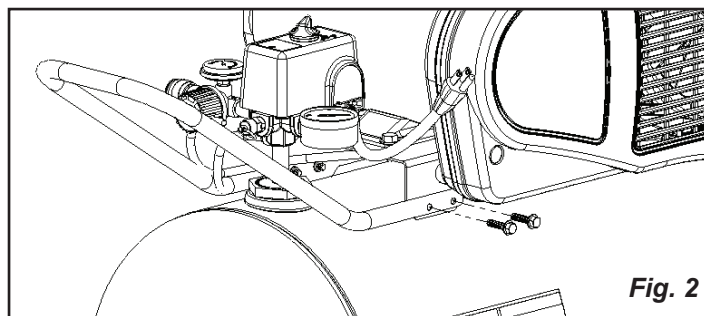

Fig. 2
3. Attach a manejar el compresor como se muestra en la Fig. 2.